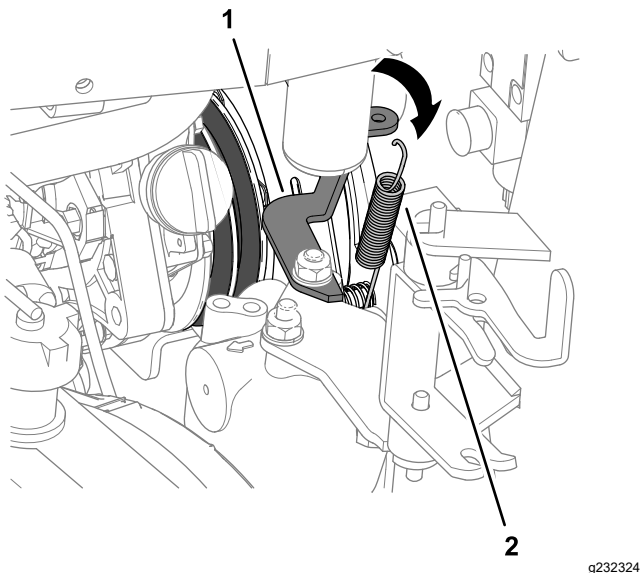

Figura 90
5. Pe partea radiatorului, decuplai arcul amortizorului ambreiajului de pe suportul arcului (Figura 90).
4. Cuplați arcul amortizorului ambreiajului între urubul plăcii de ambreiaj din interior și suportul arcului; consultați Figura 90 din Demontarea curelelor prizei de putere \(Pagină 71\).